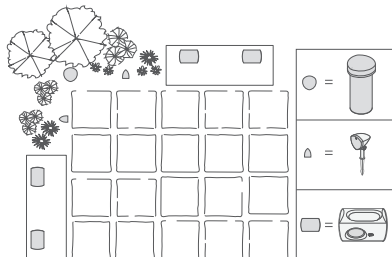

图 4
- 结合 Definitive Technology AW 系列屋檐下户外扬声器使用 (见图 4)